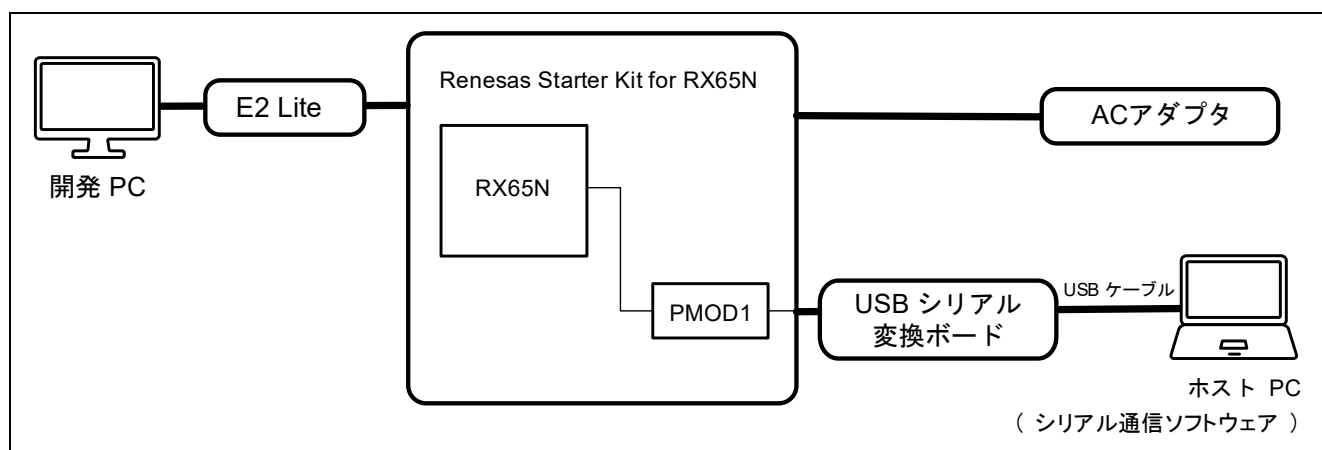

図 4-5 RSK RX65N 機器接続図
1. 「図 4-5 RSK RX65N 機器接続図」の様に PC の USB ポート、USB シリアル変換ボード、RSK ボードの PMOD1 を接続してください。